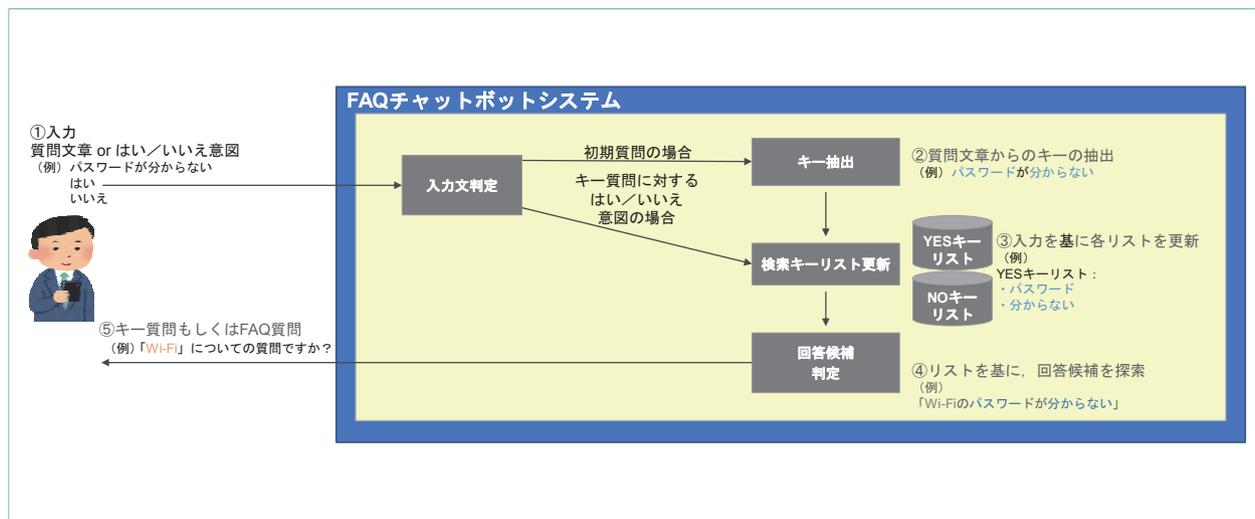

図4 FAQチャットボットのシステム動作基本フロー
FAQチャットボットのシステム動作基本フローを図4に示す。FAQチャットボットは、以下を繰り返すことで質問文の絞込みを行う。
キーリストの更新 (図4の①~③)
- ・検索キーリストによるFAQ検索および聞返し内容の決定 (図4の④~⑤)